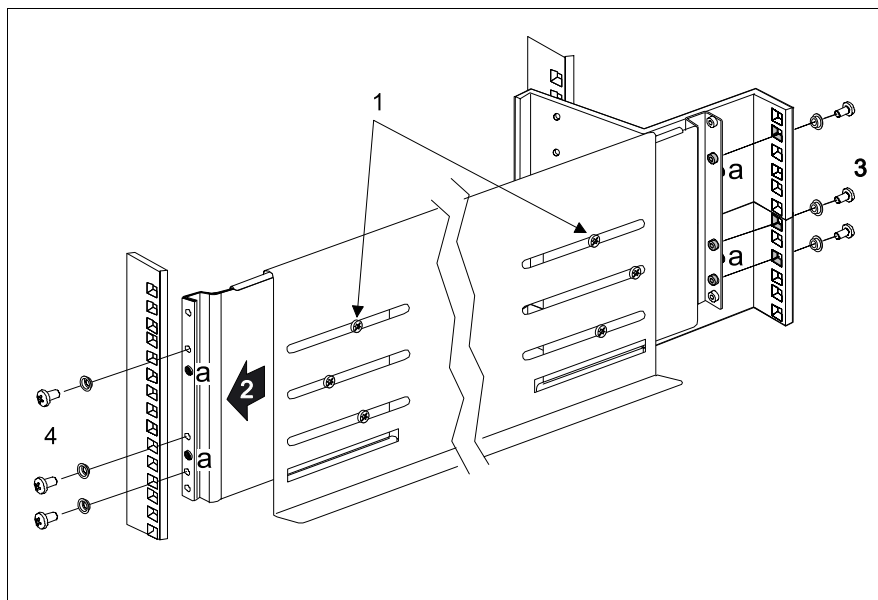

Bild 7: Linke Trageschiene anbringen
- 12 Zentrierscheiben (Bild 7 auf Seite 34) und Schrauben